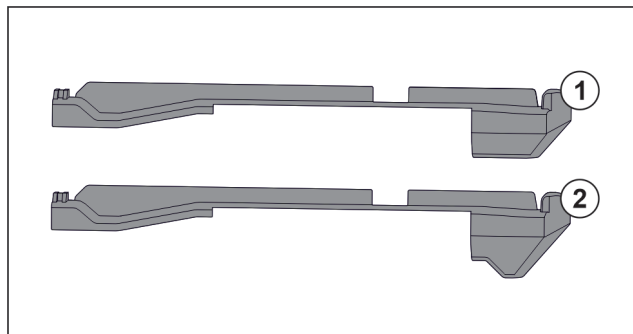

Fig. 128 Usporedba natičnih dijelova
U uređaju se nalaze dva različita natična dijela. Natični dio iznad najdonje ladice Fig. 128 (2) ima trokutasti rub. Svi drugi natični dijelovi Fig. 128 (1) imaju ravan rub.
- Postavite natični dio Fig. 128 (2) s trokutastim rubom iznad najdonje ladice.
- Postavite natični dio Fig. 128 (1) s ravnim rubom na svim drugim stranama.